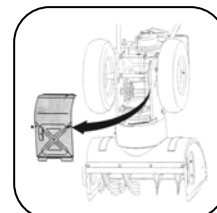

Рис.11
4. При необходимости добавьте масло до отметки полный. См. рис. 11
2. Осторожно поверните снегоуборочную машину вверх и вперед, так чтобы она оперлась на корпус шнека. Снимите крышку с нижней части машины, выкрутив четыре винта, которые крепят ее. См. рис. 11